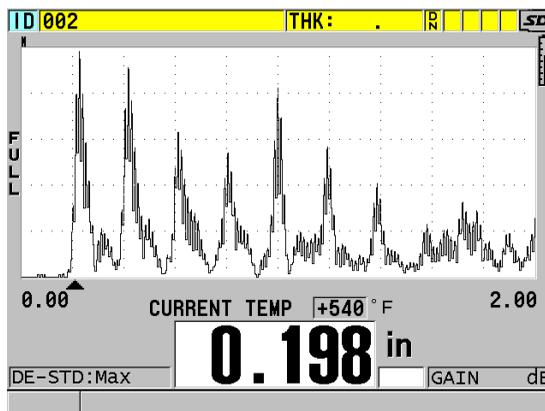

Рис. 10-19 Отображение данных температурной компенсации
4. Нажмите клавишу [MEAS] Рис. 10-19 на стр. 179, чтобы вернуться к экрану измерений с активированной функцией компенсации по температуре. Измеренная толщина компенсируется по температуре на основе значений параметров **ТЕМПЕРАТУРА КАЛИБРОВКИ**, **ТЕК. ТЕМПЕРАТУРА** и **КОЭФФ. ТЕМПЕРАТУРЫ**.